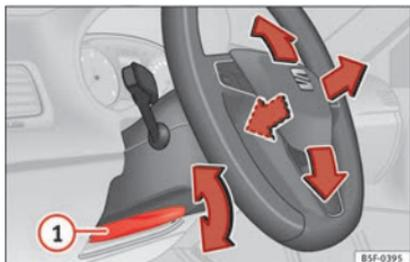

Fig. 20
Regolazione della posizione del volante: tirare la leva » fig. 20 (1) verso il basso, muovere il volante verso la posizione desiderata e risalire la leva fino al punto di chiusura.